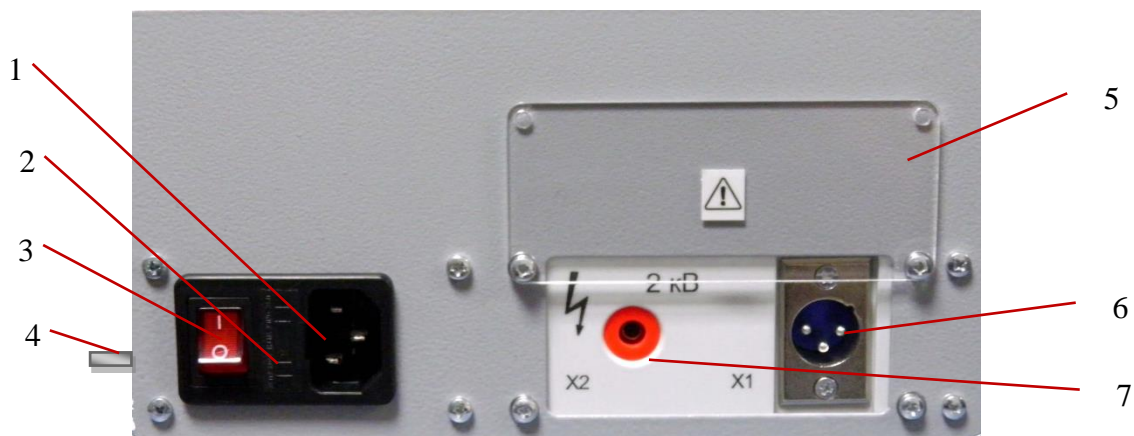
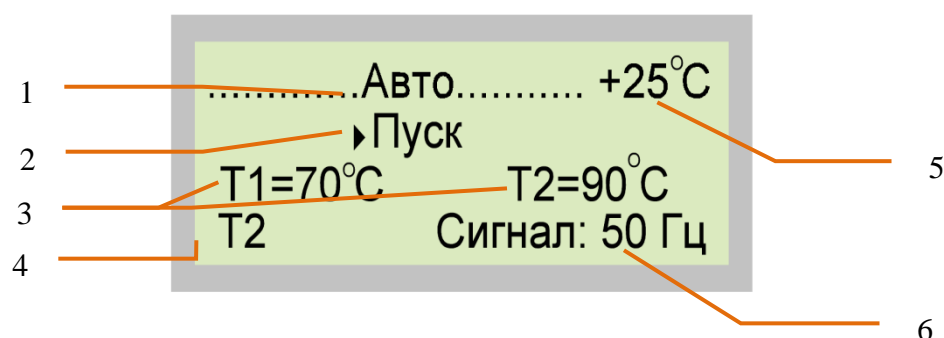

Рисунок 3. Блок основной «ТАНГЕНС 3М-3-МОЛНИЯ». Внешний вид тыльной панели.
Рис.6 Вид меню “АВТО” на экране прибора «ТАНГЕНС ЗМ-3-МОЛНИЯ»
2.3.4 Включить сетевой выключатель 3, рис. 3, расположенный на тыльной стороне прибора, при этом на дисплее блока управления появится заставка меню «АВТО» (рис.6).
В этом режиме возможна установка значений температур T1 и T2 образцов жидкости при которых может быть выполнено измерение емкости и тангенса, см. рис.6. п.4. Устанавливаемая температура должна быть в диапазоне от комнатной температуры до 110 °С.
- 2.4.4 Закрыть крышку термостата основного блока 1 (рис.3).
2.4.7 Установить курсор в виде темного треугольника на дисплее напротив строки «ПУСК» (см. рис.6) с помощью кнопок "▶", "◀" блока основного.